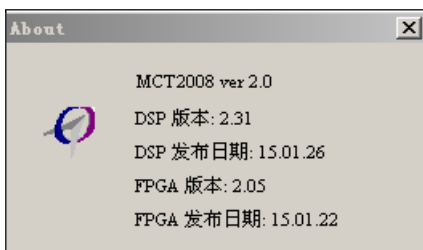

图 4-22 版本信息对话框
- (1) 在MCT2008软件主界面点击菜单“帮助”->“关于”，将会弹出About对话框，如图4-22所示。用户可以在该对话框内读取到所使用的软件版本、DSP版本和FPGA版本；